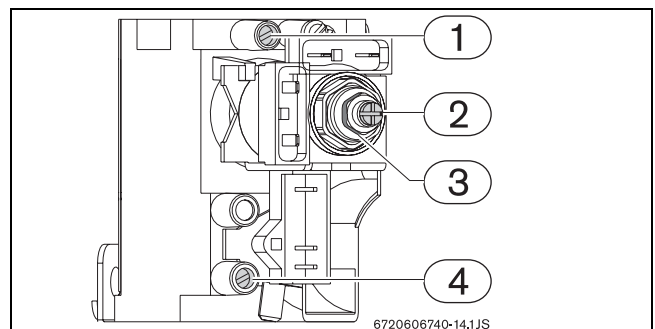

Рис. 17 Штуцери вимірювання тиску газу
- ▶ За допомогою регулювальної гайки (Рис. 17, елемент 3) відрегулювати тиск відповідно до параметрів у Таб. 8.
- ▶ За допомогою регулювального гвинта (Рис. 17, ел. 2) відрегулювати тиск відповідно до параметрів у таблиці 8.